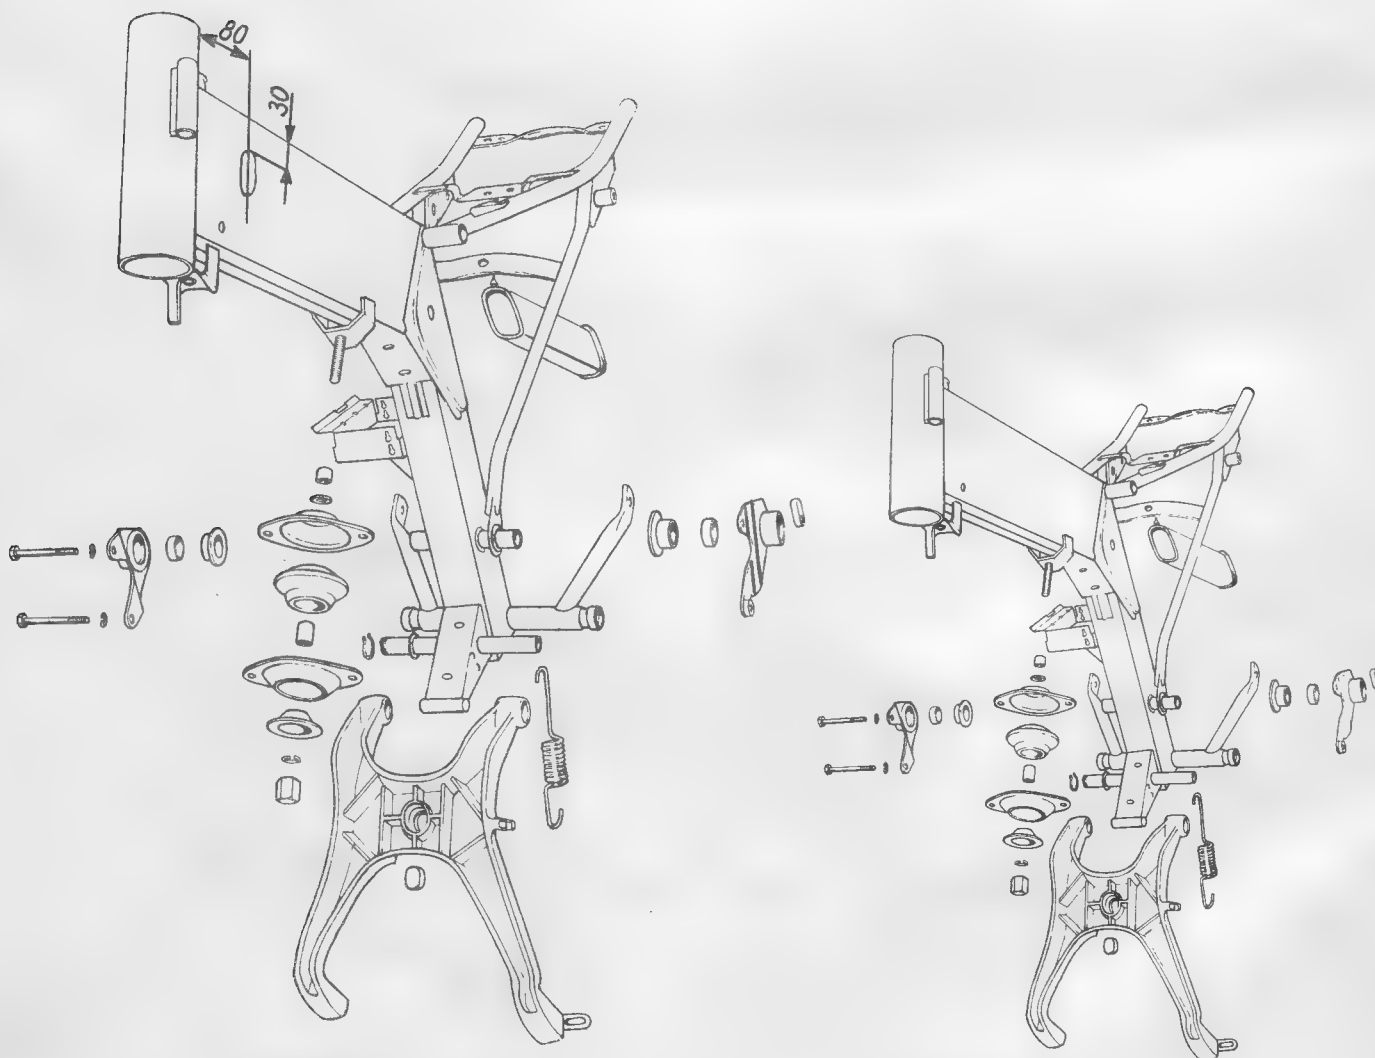

Bild 10. Explosivdarstellung des Fahrgestells
Der allgemeine Aufbau, soweit er nicht schon aus den Bildern 1 und 2 zu erkennen ist, geht aus der Explosivdarstellung des Fahrgestells (Bild 10) hervor.
2. Der Rahmenträger der ETZ 251 hat eine beiderseitig eingeprägte Kerbe von 3×20 mm (siehe Bild 10).